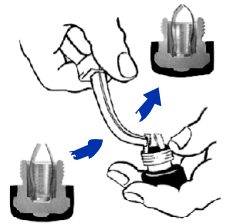

Abb. 5
2. **Die Erhöhung der Federkraft** erreicht man durch Biegen der beiden Federblätter so, dass sie im oberen Teil mehr durchgebogen sind – siehe Abb. 5.